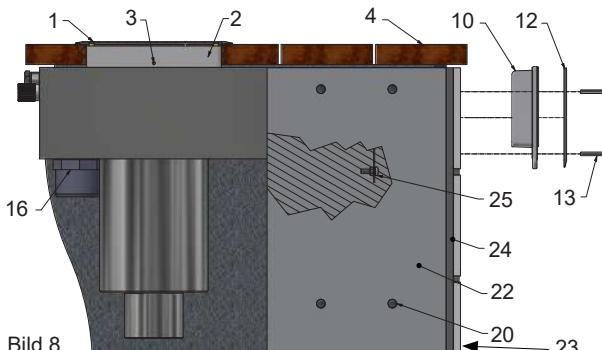
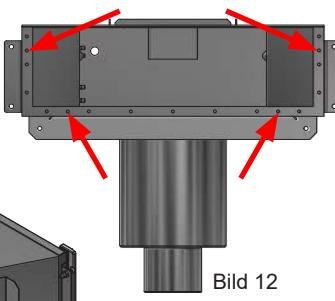

Bild 8.
Bild 12.
- Montera väggbeklädnad (fix, kakel, mosaik etc.). Säkerställ att monteringshålen (enlig bild 12) för fästramen är fria så att fästramen går att montera senare.
- Montera klaffluckan (17) och kontrollera att den sitter korrekt på plats och kan röra sig.
- Montera fästramen (10) och fronten (12) med medföljande skruvar (4st M5x40), se bild 8.
- Avrinningsrören (14) limmas i muffen (15) med lämpligt PVC-lim och monteras i bräddavloppet med medföljande packning och nippel (16). Anslut rörkopplingar till överbräddningen.